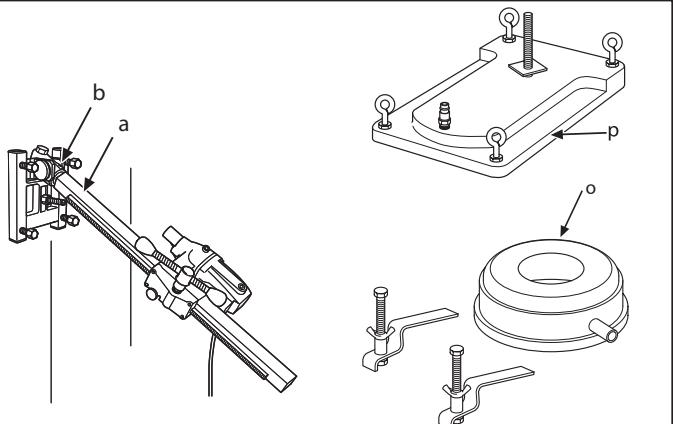

Fig. 4
2. DMS 160 AT. Fissare la colonna di foratura all'attacco angolare della piattaforma. Serrare la vite di bloccaggio (a) con una chiave a brugola da 8 mm. La colonna di foratura può essere ruotata di 360° e bloccata (fig. 4) nella posizione desiderata con la vite di bloccaggio (a).
2. DMS 160 AT. Die Bohrsäule wird an der Winkelhalterung der Sohlenplatte montiert. Sicherungsschraube (a) mit dem 8-mm-Inbusschlüssel anziehen. Die Bohrsäule kann sich um 360° drehen und stufenlos (Abb. 4) mit der Sicherungsschraube (a) in der jeweiligen Stellung verriegelt werden.
2. DMS 160 AT. Le pilier de forage se monte sur la fixation angulaire du piétement. Serrer la vis de blocage (a) à l'aide d'une clé hexagonale de 8 mm. Le pilier de forage peut pivoter de 360° et être verrouillé en continu (Fig.4) sur la position souhaitée à l'aide de la vis de blocage (a).
2. DMS 160 AT. De boorkolom wordt op de hoeksteen van de bodemplaat gemonteerd. Zet de borgschoef (a) vast met een 8 mm inbussleutel. De boorkolom kan 360° draaien en wordt met de borgschoef (a) traploos vastgezet (Fig. 4) in de desbetreffende stand.